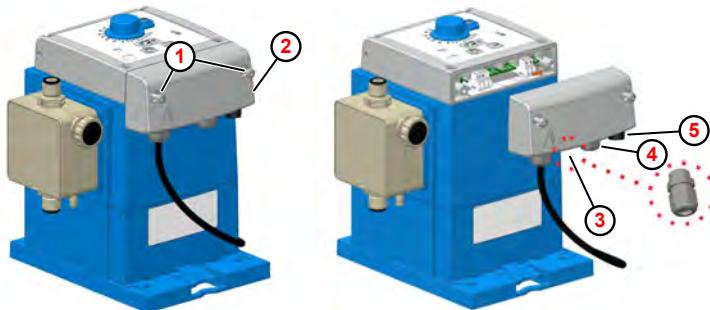

Fig. 11: Installation électrique du système « EcoUp »
(Fig. 11 , ②)
1. ➔ Desserrer les deux vis du boîtier (Fig. 11 , ①). Les vis sont équipées d'un mécanisme anti-chute.
2. ➔ Retirer le couvercle de bornier ② .
3. ➔ Pour raccorder la sortie de quantité de dosage ou d'alarme, monter le presse-étoupe M12x1,5 du pack d'accessoires de la pompe à l'endroit approprié ③ , faire passer le câble, serrer le presse-étoupe à fond et raccorder les fils selon le schéma des bornes.
4. ➔ Pour raccorder l'entrée d'impulsions ou d'autorisation, faire passer le câble à travers le presse-étoupe correspondant ④ , serrer le presse-étoupe à fond et raccorder les fils selon le schéma des bornes.
5. ➔ Le raccordement pour l'entrée de niveau doit être branché sur la prise femelle ⑤ prévue à cet effet.
6. ➔ Lorsque tous les travaux d'installation sont terminés, remettre en place le couvercle de bornier ② et serrer les vis de fixation ① à fond.
Les bornes deviennent accessibles après retrait du couvercle de bornier (Fig. 11 , ②).